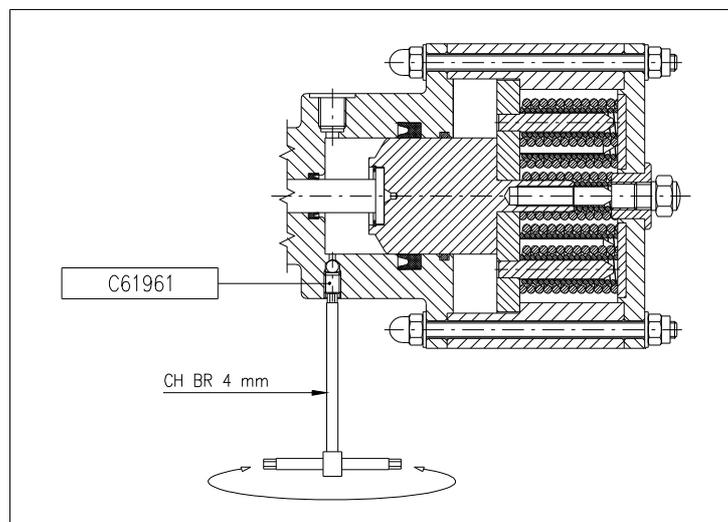

Figura 4
7. **FRENI IDRAULICI:** Spurgare l'aria dal circuito olio allentando il grano C61961 con una CH BR 4, fino a quando non si verifica la fuoriuscita dell'olio. Una volta spurgato il circuito riserrare il grano (Figura 4).